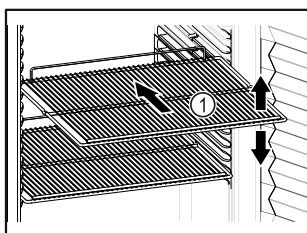

Fig. 61 Primjer izgleda
- ❑ Ako su rešetke za polaganje Fig. 61 (1) pomične, prilagodite ih po visini.